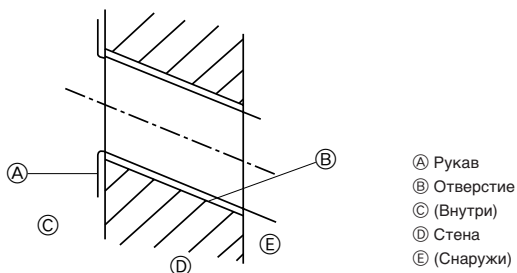

Fig. 3-3
3.2.2. Сверление отверстия для руб (Fig. 3-3)